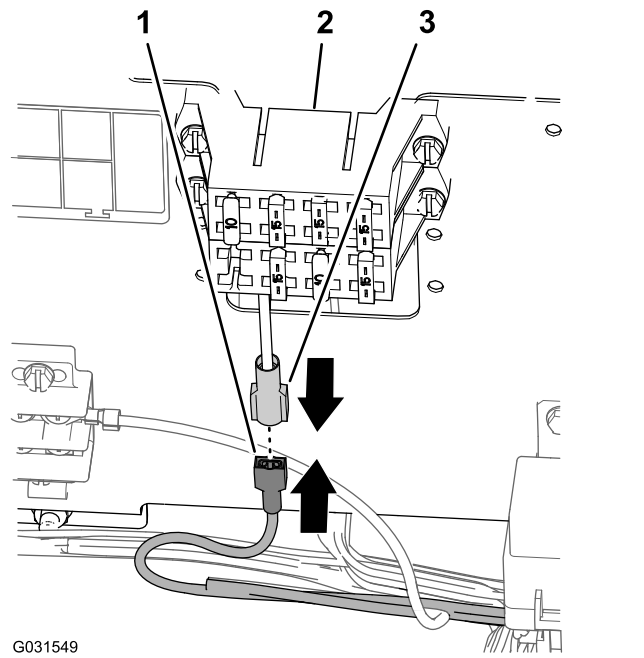

图 203
1. 对于保险丝盒中带有舌形连接接头的机器将完成套件线束的舌形接头连接至机器保险丝盒的插槽接头图 203。